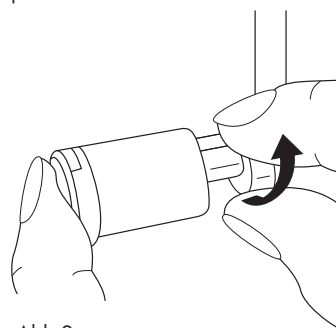

Abb.2
Sie müssen für bestimmte Nahtarten, oder um den Nahtbreiteneinstellknopf ❶ leichter zu bedienen, das Obermesser ⓫ in Ruhestellung bringen. Drücken Sie hierfür das Obermesser ⓫ nach rechts und drehen Sie es ein wenig, so dass es fest sitzt (Abb. 2 und 3).